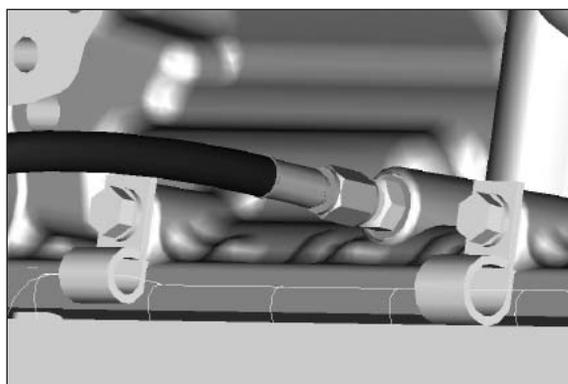

Fig. 8
7. Usare il raccordo speciale (379812) per fissare saldamente alla trasmissione la tubazione ad alta pressione. Questo raccordo è accluso alla presa di forza. Serrare a una coppia di 11,0 - 13,5 Nm (**fig. 8**).